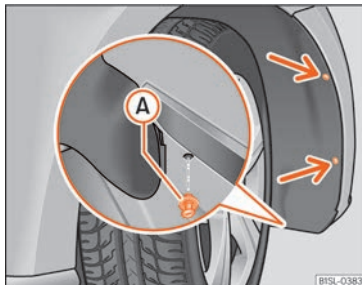

Fig. 50 Pasarruedas delantero derecho: acceso a la lámpara
- Desatornille 2 tornillos de fijación del guarnecido del pasarruedas »» **fig. 50** [flechas] con el destornillador de las herramientas de a bordo »» **pág. 40**.
- Coloque el remache expansivo en el guarnecido del pasarruedas y el parachoques y presiónelo hacia dentro completamente »» **fig. 50** **A**.
- Atornille fijamente los 2 tornillos de fijación »» **fig. 50** [flechas] con un destornillador.